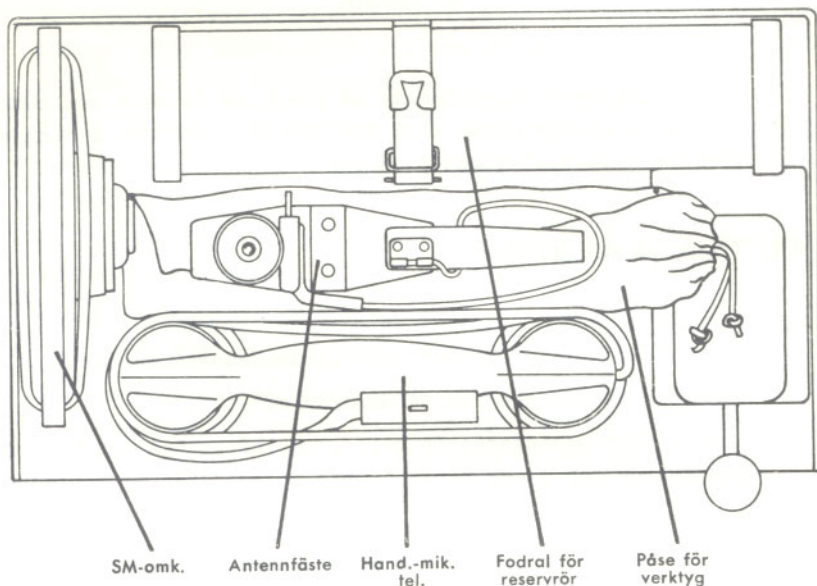

Bild 9. Packningsplan för sändaren.
3.3.5. Upprättande med kastantenn, bild 9.
Stationen brytes i omvänd ordning mot upprättandet, i tillämpliga delar angivet under 3.3.1. till 3.3.5. Tillse att alla tillbehör packas på rätt plats (se bild 9 och 10) och kontrollera, om tiden medger, med tillhjälp av satsförteckningen att inga tillbehör kvarglömts.